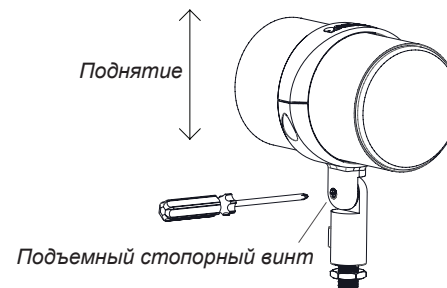

Рисунок 4
5. Воспользуйтесь крестообразной отверткой (продаются отдельно), чтобы ослабить подъемный стопорный винт (см. Рисунок 4), поверните динамик под нужным углом подъема и вручную затяните стопорный винт. **НЕ ЗАТЯГИВАЙТЕ СЛИШКОМ СИЛЬНО**